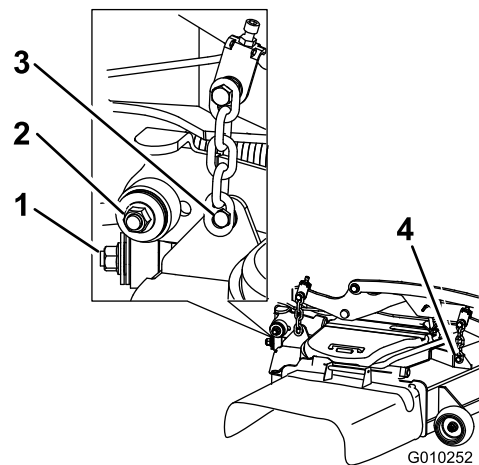

Figura 113
7. Retire y guarde los herrajes de ambos lados de la carcasa, según se muestra en Figura 113.